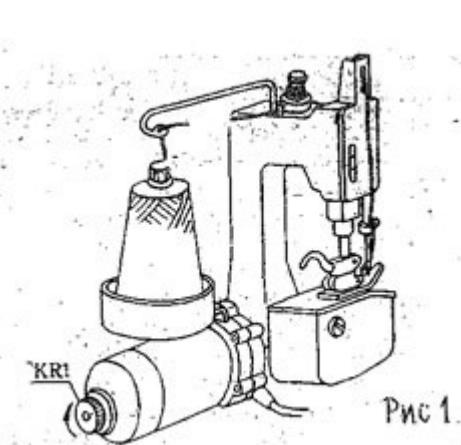
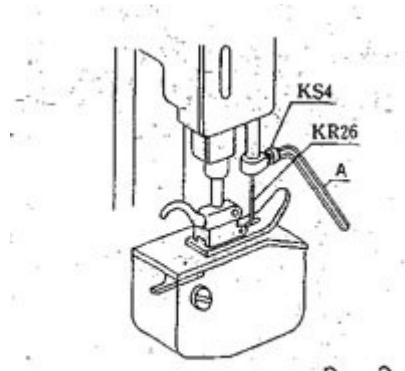

Рис.1.
Рис.2
- ✓ маховик двигателя 9T4 вращайте только по часовой стрелке (рис.2).
Поверните гайку с насечкой KR1 (СМ. РИС.1) ПО часовой стрелке, пока игла не поднимется на максимальную высоту, затем ослабьте винт S4 при помощи гаечного ключа №13-1 (рис.2) и выньте иглу. При замене следует обратить внимание на то, чтобы длинный желобок у иглы (ниточная канавка) был обращен на внешнюю сторону машины, а короткий (в виде ложбинки) во внутреннюю сторону. Игла вставляется в иглодержатель до упора, после чего винт S4 фиксируется.